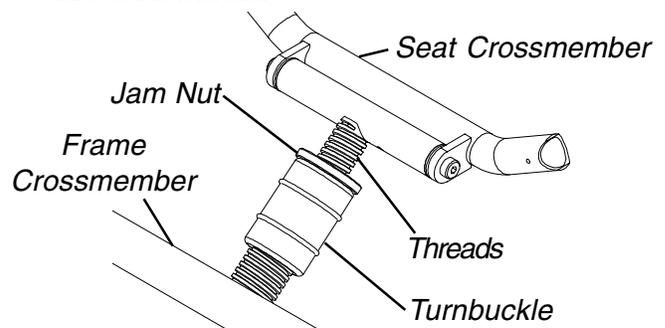

FIGURE 4 - REAR SEAT-TO-FLOOR HEIGHT ADJUSTMENT - A-6/A-6S ONLY
**REAR SEAT-TO-FLOOR HEIGHT ADJUSTMENT - A-6/A-6S ONLY (FIGURE 4)**